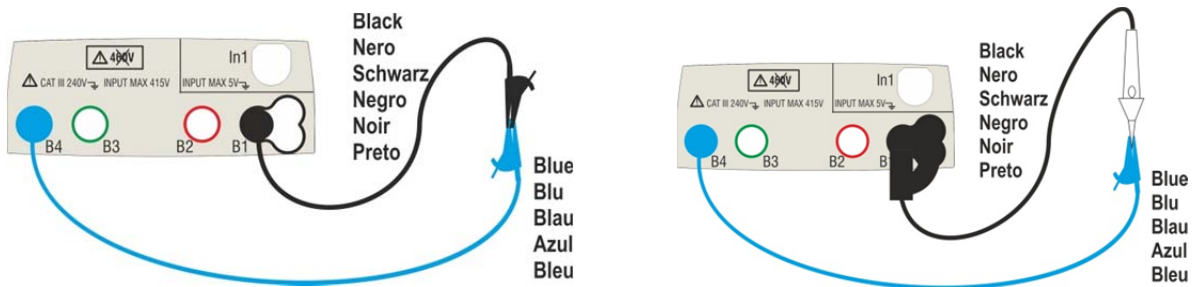

Abb. 7: Kompensation des Widerstandes von Einzelkabeln und Tastkopf
5. Kompensieren, gegebenenfalls, Sie den Widerstand der Messanschlüsse durch Verbindung der Kabel oder des Tastkopfes wie in Abb. 7 gezeigt.